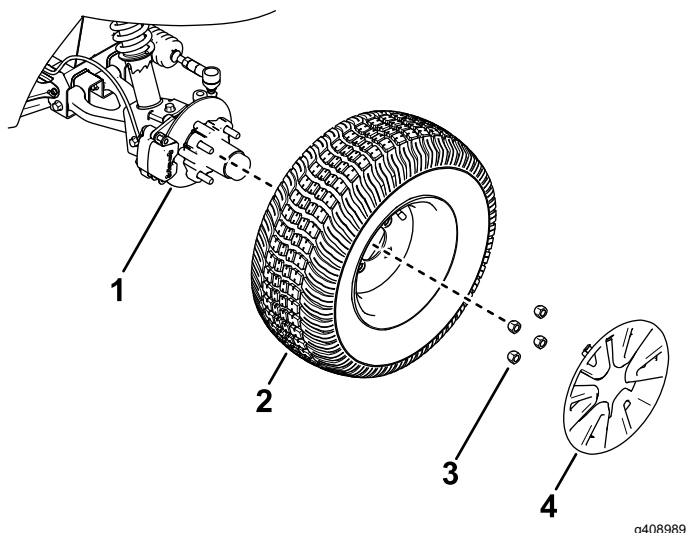

Figura 27
2. Retire el tapacubos y las 4 tuercas que sujetan la rueda al cubo (Figura 27).
4. Alinee los taladros de la rueda con los espárragos del cubo y monte la rueda en el cubo con la válvula hacia fuera (Figura 27).
5. Sujete la rueda al cubo usando las tuercas de rueda (Figura 27).